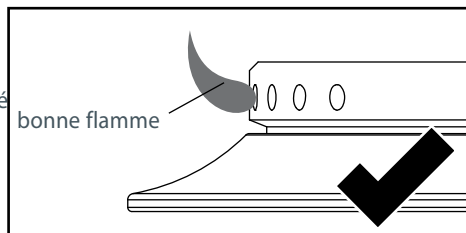

Fig. 5
- Remettre le venturi dans sa position initiale jusqu'à ce que l'extrémité jeune disparaisse (voir le Fig. 5)—il s'agit du réglage approprié du venturi. Serrer la vis de retenue.